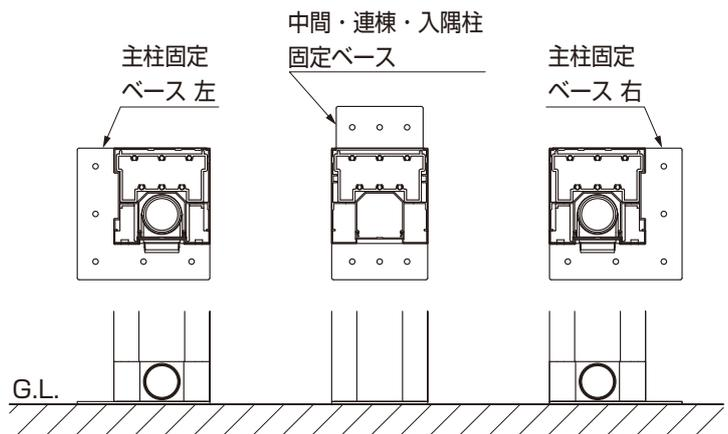

図3-13 柱固定ベース位置関係
- 柱固定ベースの左右を間違えないよう、注意してください。(図3-13参照)